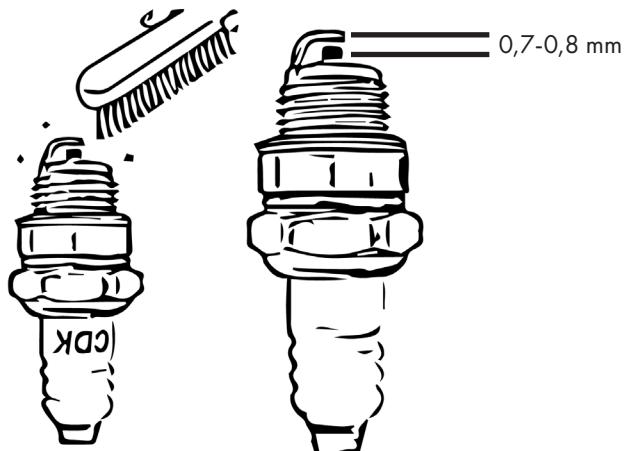

Abbildung 19
- Stellen Sie den Elektrodenabstand mit einem Sollwert von 0,7-0,8 mm ein. Siehe Abb. 19.